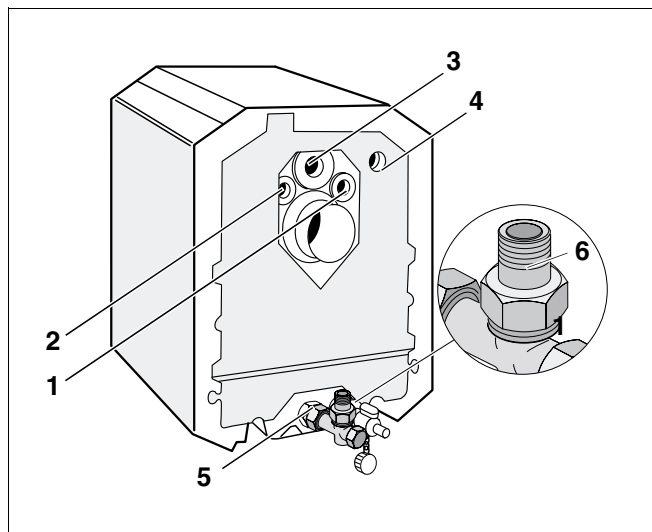

Fig. 21 Varmeretur Logano G115
- Varmereturledningen skal alltid koples til overgangsstykket R1 på T-stykket (fig. 21, **pos. 6**).
- Kople til varmeturledningen (fig. 21, **pos. 3**) i midten over røykgasstussen.
- Beredervannvarmerens turstuss kan enten koples til på høyre (fig. 21, **pos. 1**, side 28) eller venstre (fig. 21, **pos. 2**, side 28) side av varmeturledningen (fig. 21, **pos. 3**, side 28).